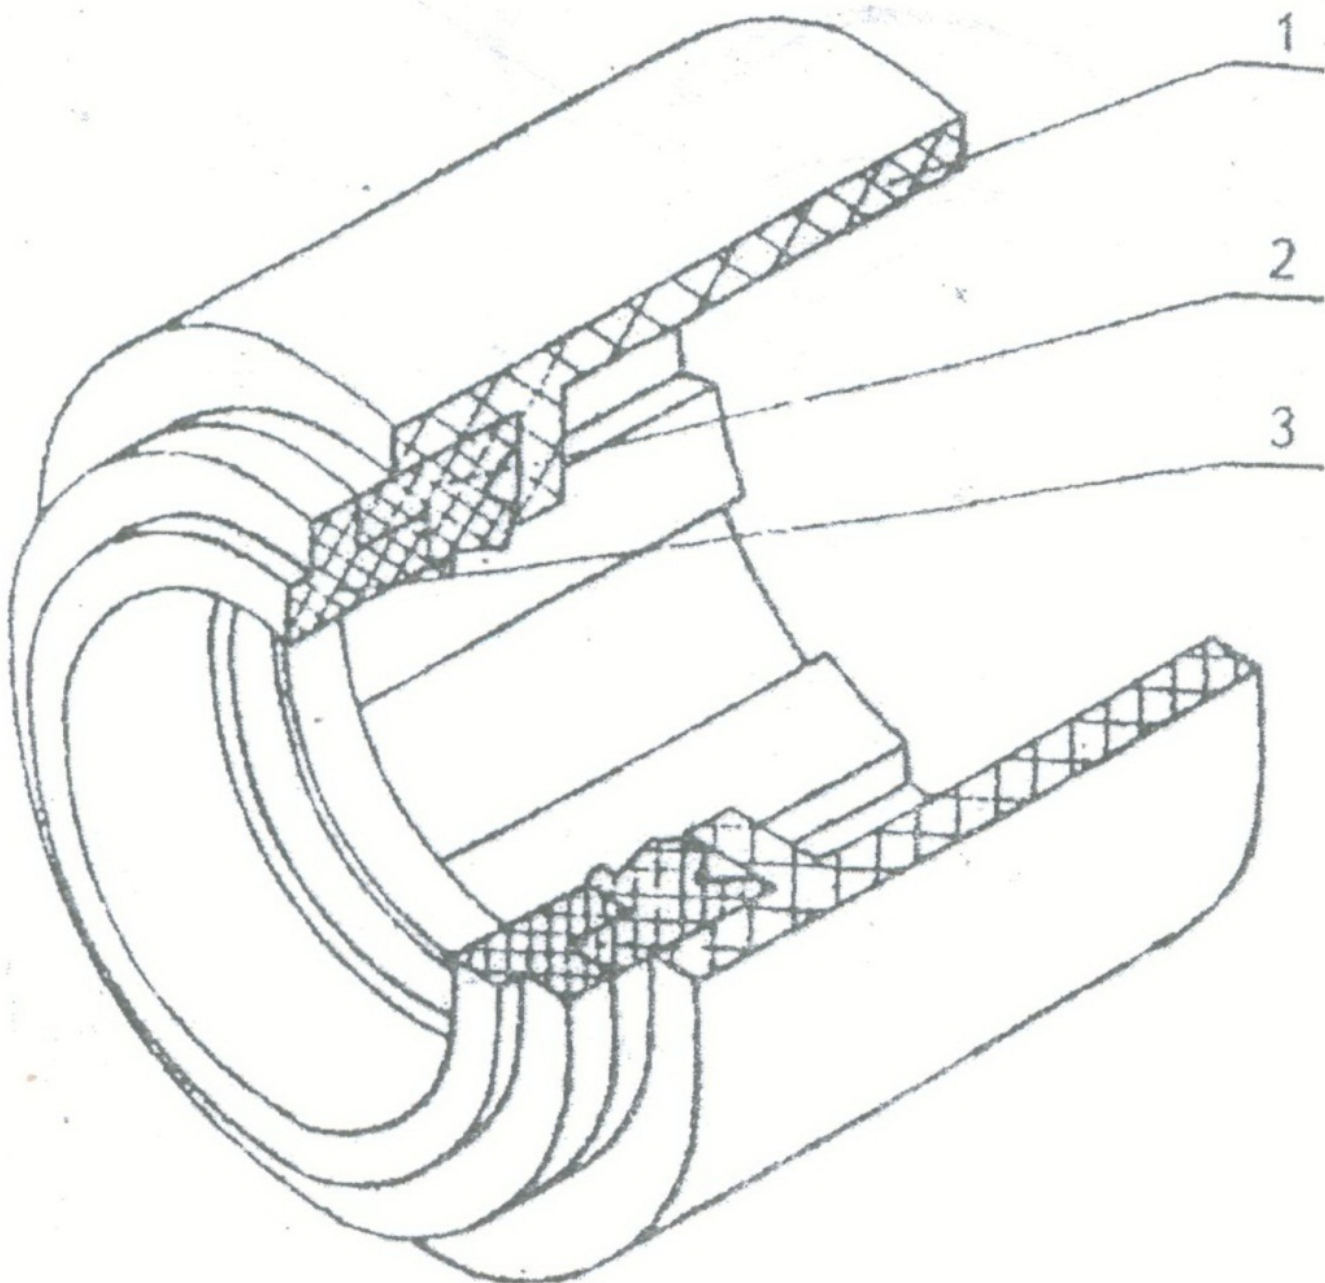

Рис. 4 - Уплотнитель наконечника
- Разобрать уплотнитель, сняв кольцо графитовое 3 и манжету 2 (рис. 4).